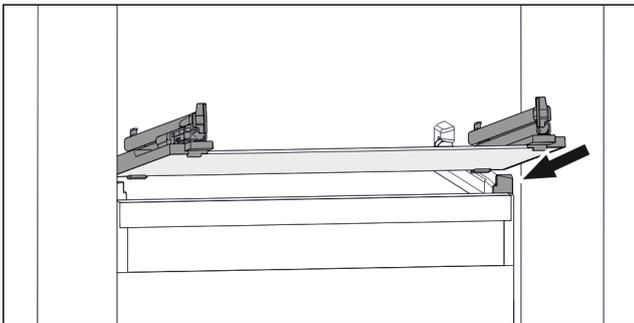

Fig. 77 Beispielhafte Darstellung der Glasplatte
- ▶ Glasplatte schräg hinter den Stoppfern aufsetzen. (siehe Fig. 77)